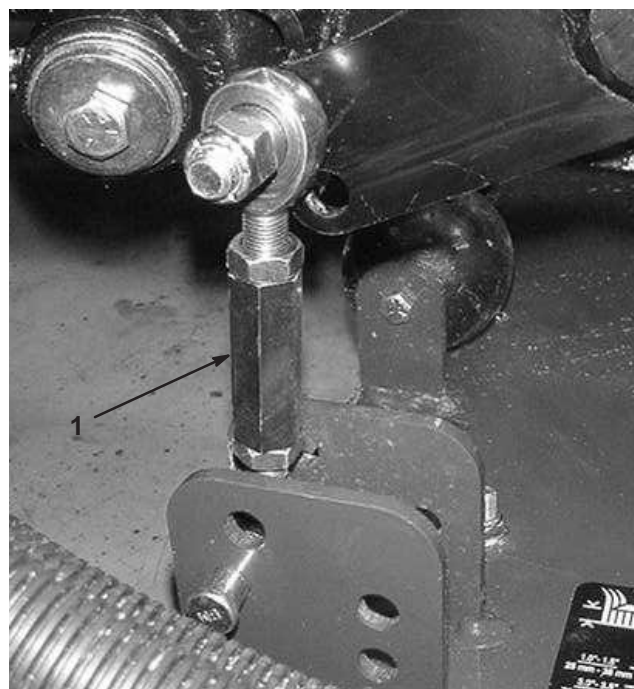
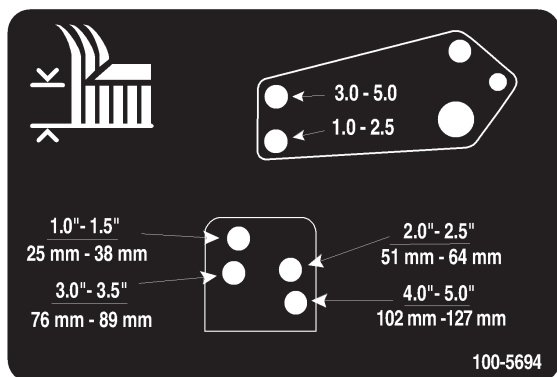

Figure 18
Figure 19
8. Enlevez les goupilles fendues et les axes de chape de fixation des biellettes d'amortisseurs aux supports du plateau de coupe (Fig. 18). Alignez les trous de la biellette d'amortisseur avec ceux du support de hauteur de coupe sélectionné dans le bâti des plateaux de coupe (Fig. 19). Insérez les axes de chape et installez les goupilles fendues.